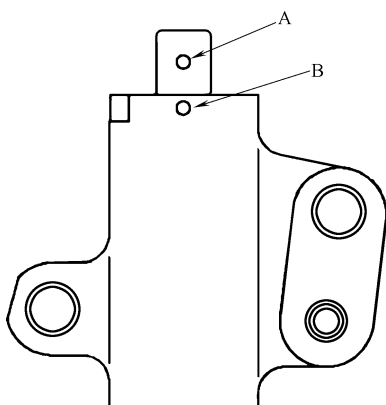

图 28-41 小孔 A 和小孔 B
2) 用台虎钳慢慢将自动张紧器推杆压下, 直至图 28-41 所示的小孔 A 和小孔 B 对齐。